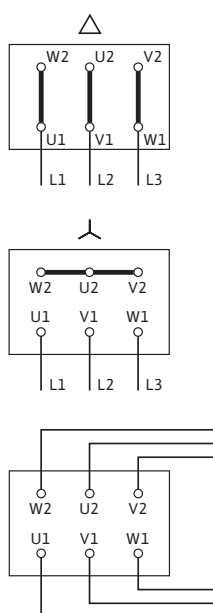

Fig. 17: Omrežni priključek
Priključna shema za električno priključitev se nahaja v pokrovu priključne omarice (glejte tudi Fig. 17).
- Omrežni priključek je odvisen od moči motorja  $P_2$ , omrežne napetosti in tipa zagona. Potrebna vezava povezovalnih mostičev v priključni omarici je prikazana na seznamu »Tab. 4: Razporeditev priključnih sponk« na strani 17 in na Fig. 17.